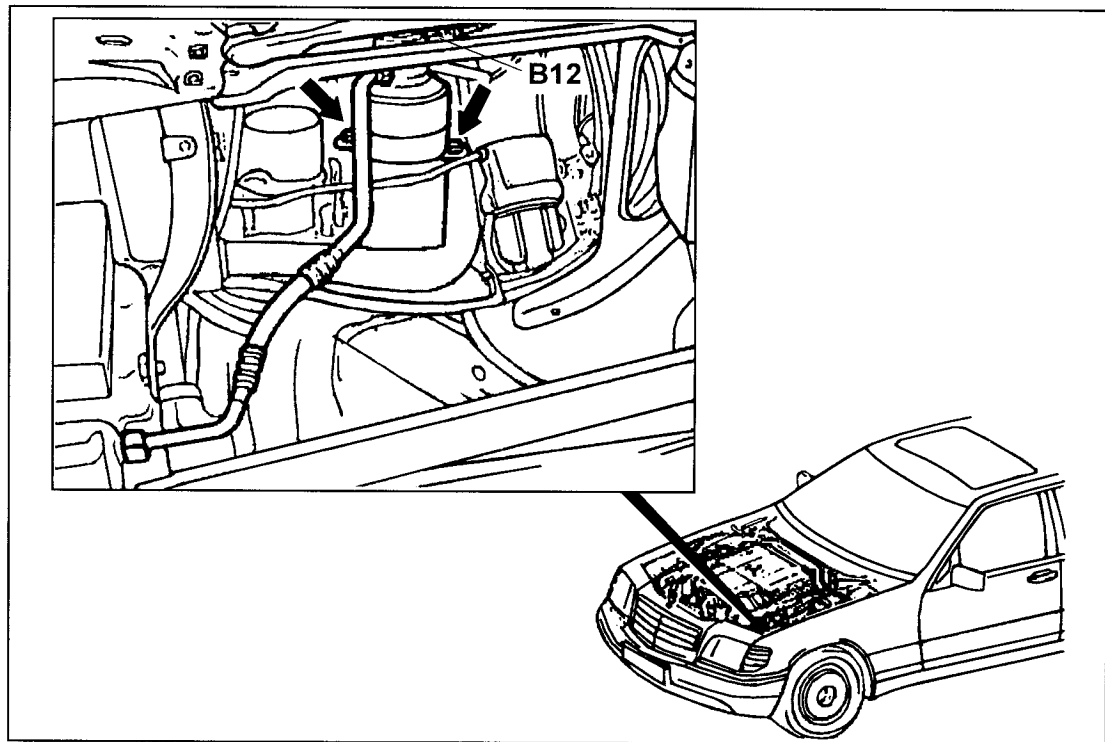

图 9-5-19 拆卸接收/干燥器
3. 拆开制冷剂压力传感器 B12 接头(见图 9-5-19),拉出定位弹簧。
5. 松开 2 个螺钉(见图 9-5-19 中箭头所示处)。